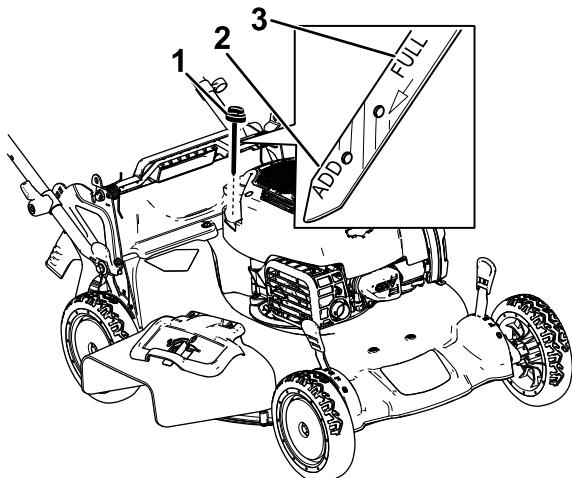

Рисунок 28
- Выньте масломерный щуп, повернув крышку против часовой стрелки и вытянув ее (Рисунок 28).
- Определите уровень масла по отметкам на щупе (Рисунок 28).